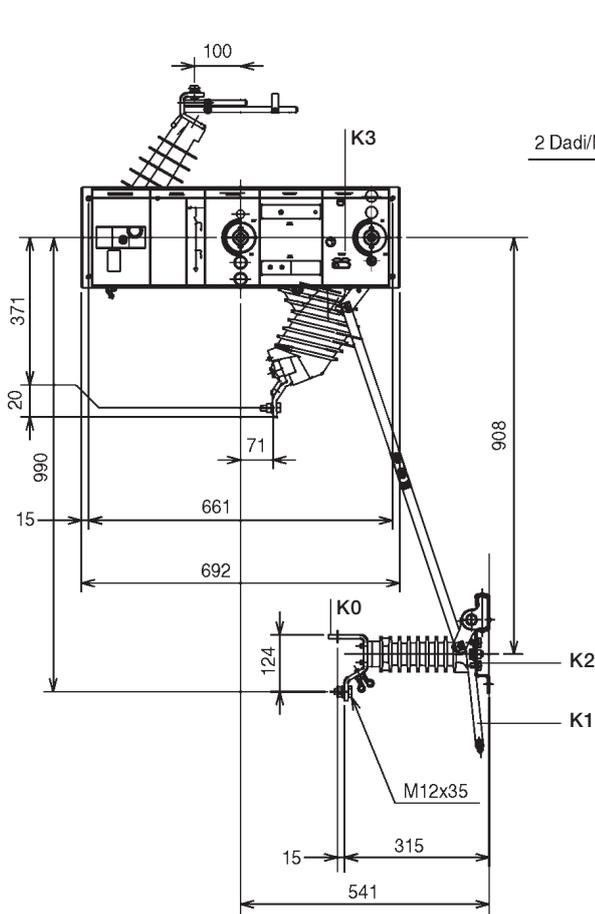

Fig. 28
Per l'applicazione del sezionatore di terra distanziato attenersi alle quote riportate nella fig. 28.
- 2) Allentare le viti poste sulla giunzione (K) dell'asta di rinvio (fig. 28).
To apply the spaced earthing switch, keep to the distances indicated in figure 28.
- 2) Loosen the screws on the joint (K) of the transmission rod (fig. 28).